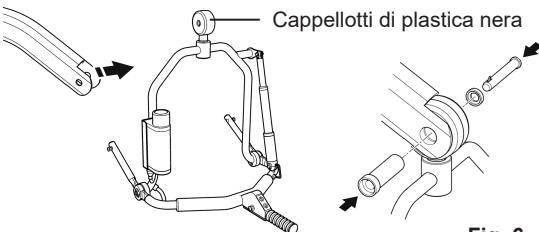

Fig. 6
Per il collegamento: avvicinare il sistema di aggancio elettrico adattivo a 4 punti alla fessura del braccio. Fare passare il manicotto del perno attraverso il braccio del sollevatore, il cappuccio terminale di plastica nera* e il perno sfuso dell'aggancio. Dopo avere montato il manicotto in modo da sostenere il peso dell'aggancio, reinserire completamente il perno a sgancio rapido nel manicotto fino a bloccarlo in posizione (si veda la fig. 6).
- Prima di usare il sistema di aggancio elettrico adattivo a 4 punti, controllare che il perno a sgancio rapido sia COMPLETAMENTE INSERITO come mostrato nelle figure 6 e 7 a pagina 5.